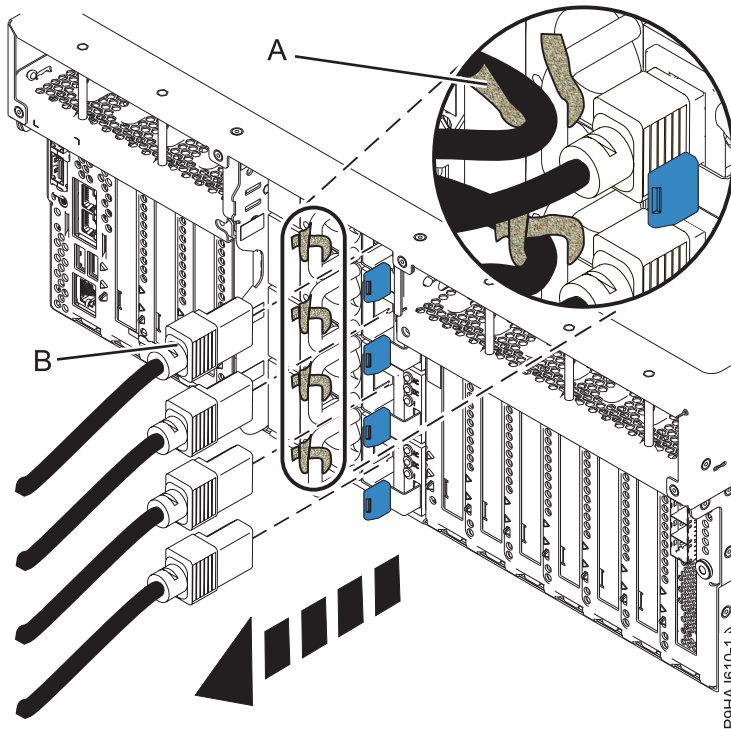

Figura 42. Extracció dels cables d'alimentació d'un servidor muntat en bastidor
3. Etiqueteu i desconnecteu els cables d'alimentació de la unitat del sistema. Consulteu Figura 42 a la pàgina 58 o Figura 43 a la pàgina 59.